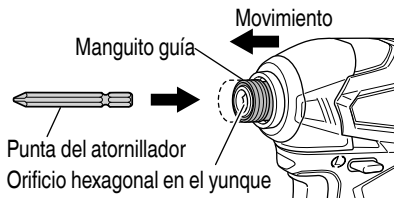

Fig. 9
- Para instalar la punta del atornillador, realice siempre el procedimiento siguiente. (Fig. 9)